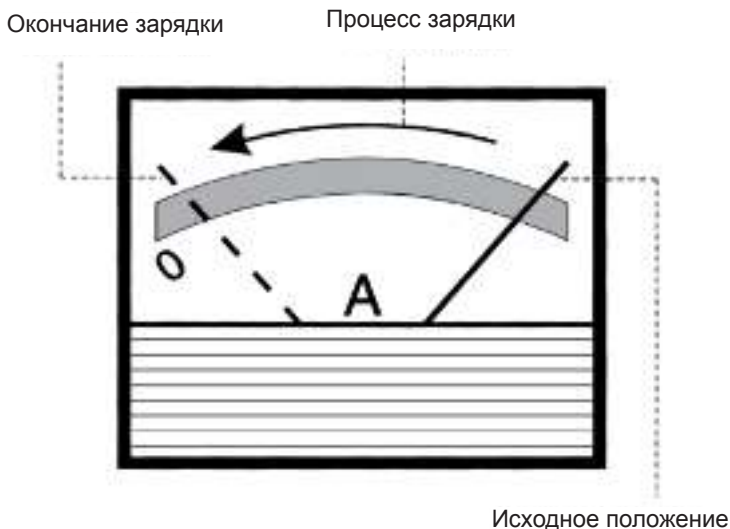

Рис. 3
5) Включите зарядное устройство, переключением выключателя (при наличии такого) в позицию «Вкл» и/или подключением штепселя к розетке. Амперметр показывает ток заряда батареи, при зарядке батареи показания амперметра будут медленно уменьшаться до минимального значения в соответствии с емкостью и состоянием батареи (Рис. 3). После окончания зарядки батареи электролит может «закипеть». Необходимо закончить процесс зарядки при первых признаках «кипения», чтобы не повредить батарею.